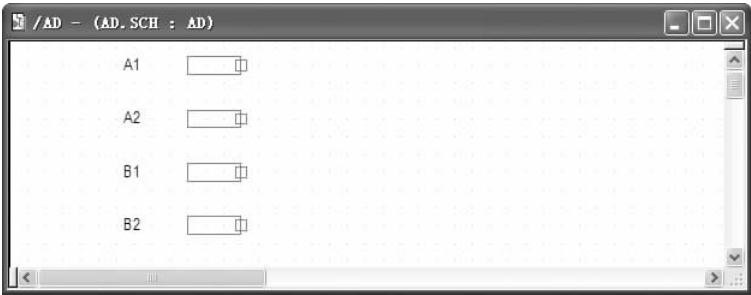

图 3-22 AD 层次块对应的下层电路
2) 单击 按钮，系统会自动创建一个电路图文件夹，这样层次块对应的下层电路就创建完成了，弹出的下层电路如图 3-22 所示。